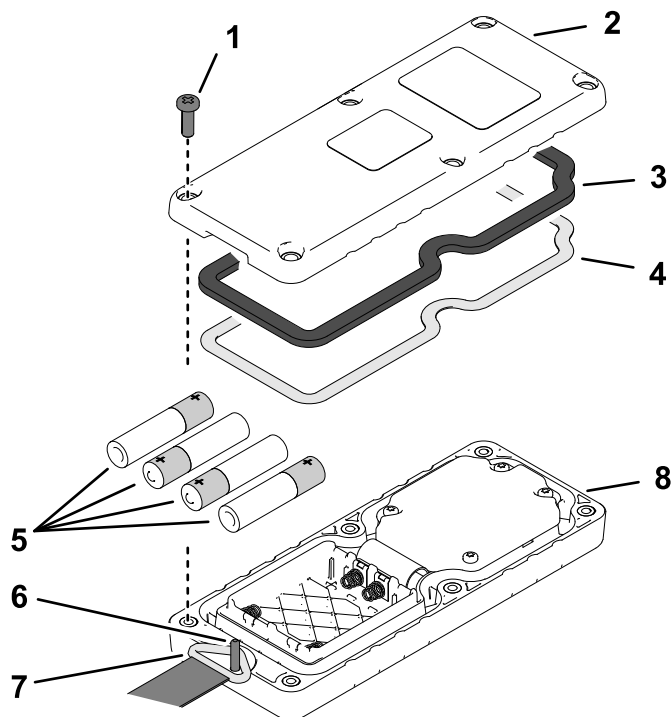

図 52
1. ハンドヘルドリモートのカバー片を止め付けているねじ 6 本を外して黒いカバーを取り外す 図 52。
4. スチール製のガスケットとゴム製のシールを容器の溝にきちんとはめ、カバーを取り付ける (図 52)。
5. 下げひものピンにリングを掛ける 図 52。
6. ケースにふたを合体させ、ねじ6本で固定する 図 52。